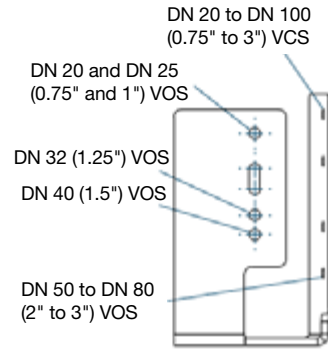

Abb. 4:
- Position des Schaltstifts und Lage der Montagebohrungen vermerken. 2 Schrauben vorsichtig entfernen und vorhandenen Meldeschalter herausziehen. Korrekte Position des Meldeschalters, siehe Abb. 4 bis 9 auf Seite 50 (MELDESCHALTER HINZUFÜGEN).
- Korrekte Position des Meldeschalters, siehe Abb. 4 bis 9 (unten). Die Ventilgröße wird in der Modellnummer durch die ersten 4 Ziffern dargestellt. Zum Beispiel hat ein CP-Ventil DN 80 (3") die Modellnummer 300C.